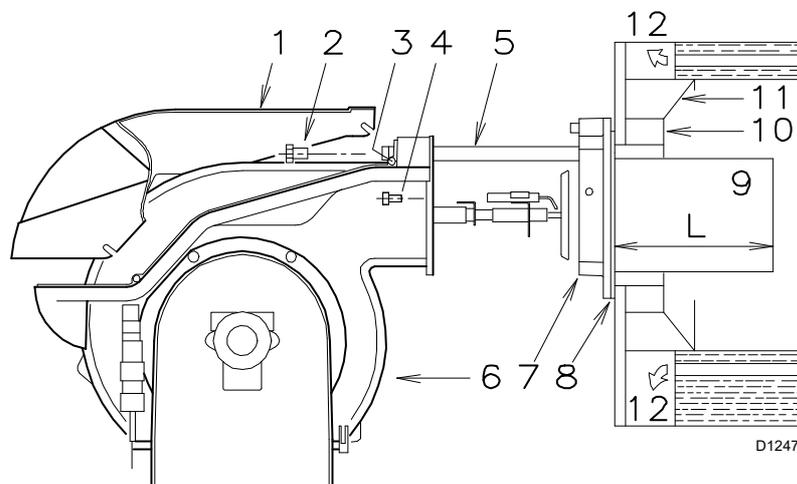

Fig. 7
Pour les chaudières dont la partie frontale est refroidie par eau, le revêtement réfractaire 10)-11)(Fig. 7), n'est pas nécessaire, sauf indication expresse du constructeur de la chaudière.
Fixer la bride 7)(Fig. 7) à la plaque de la chaudière en installant le joint 8(Fig. 7) fourni de série. Utiliser les 4 vis fournies après en avoir protégé le filetage avec des produits antigrippants.
- Ouvrir le brûleur sur les guides comme indiqué (Fig. 7 page 10).